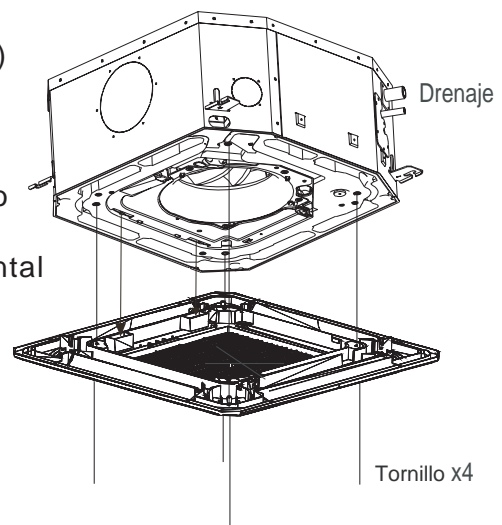

Fig.25
1. Alinee apropiadamente el motor de giro en el panel a las uniones de tubería del cuerpo. (Fig.25)
2. Cuelgue las cuatro cuerdas fijas del cuerpo principal a la cubierta de instalación y las otras tres cubiertas del motor de giro. (Fig.25)